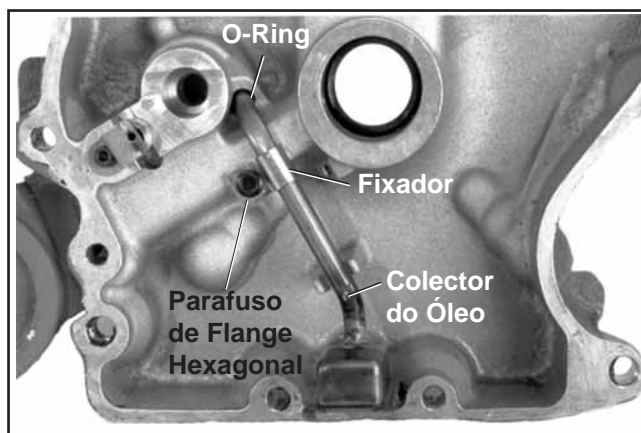

Figura 11-18. Instalar os Componentes do Colector do Óleo.
1. Instale a oil pickup, o O-Ring, o grampo e o parafuso de flange hexagonal. Consulte a Figura 11-18.